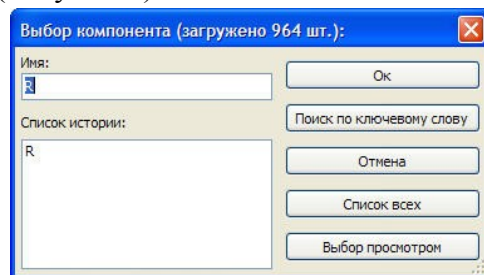

Рисунок 5 Окно выбора компонента
13. Выбранный вами ранее резистор фигурирует в вашем листе историй как R. Кликните **ОК** и поместите компонент (Рисунок 5).